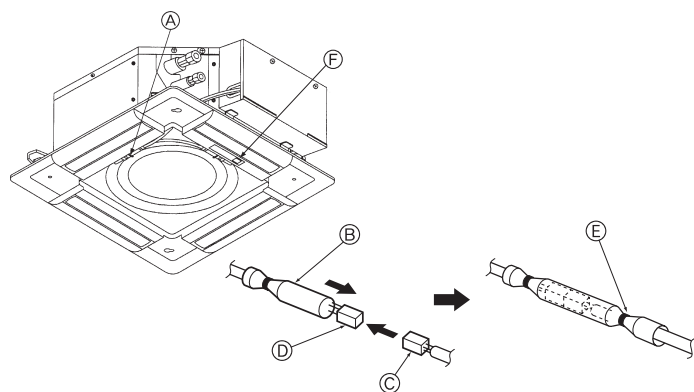

Fig. 5-8
5.3.4. Conexión de cables (Fig. 5-8)